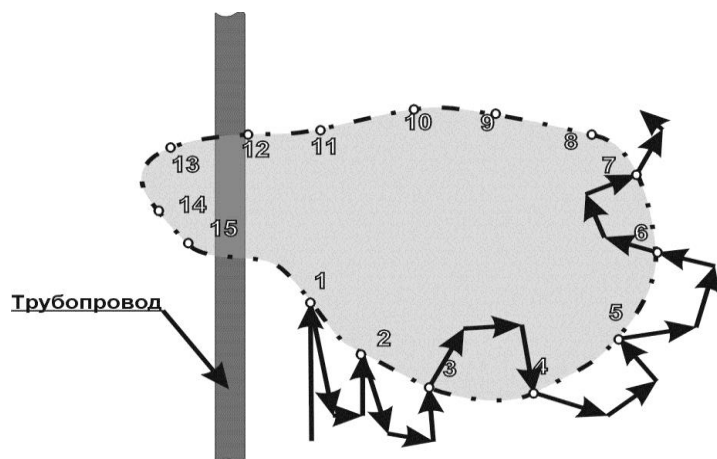

Рис.3. Схема движения при определении контура пустоты, являющейся мощной геопатогенной зоной.
- 3.1. Для поиска пустот необходимо двигаясь вдоль исследуемого участка местности (рис.3.) и периодически обнуляя индикатор отметить точку 1, где стрелка индикатора отклоняется скачкообразно. Затем, двигаясь, как указано на рис. 3, аналогично отметить точки 2,3,4 и т.д., которые, и образуют границу контура пустоты. На рис 3 показан трубопровод, пересекающий исследуемый участок, который вносит погрешность в процесс измерения границы пустоты.